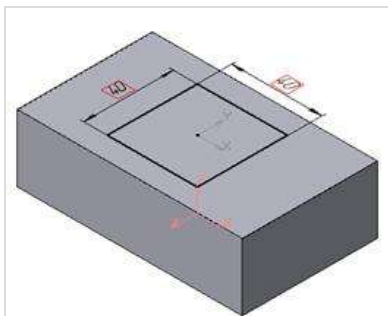
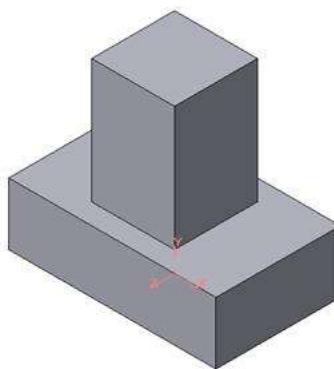

Рисунок 12- Эскиз призмы
Рисунок 13 -Операция приклеивания элемента
2. Для построения верхнего элемента детали рис.11 - прямоугольной четырехгранной призмы на верхней плоскости основания вычертим эскиз - квадрат со сторонами 40 мм (рис.12) и приклеим призму выдавливанием на 50мм (рис.13).